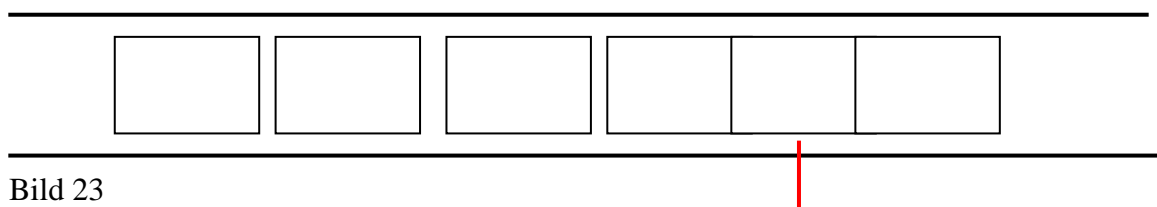

Bild 23
2. Die Images überlappen unregelmäßig (Bild 23)